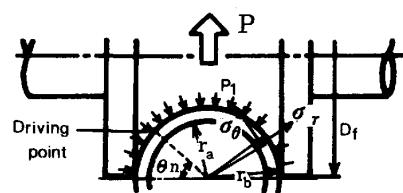

Fig.1 Stresses on cross-section of the pipe under rolling.
2. 計算方法 外圧 $P_1$ が働く場合、厚肉円筒に発生する円周方向応力 $\sigma_\theta$ および半径方向応力 $\sigma_r$ は、次式で表わされる。軸方向応力 $\sigma_z$ は0とする。(Fig.1参照)
(2) 圧延トルク式：圧延トルク $G$ を、ロールと材料の摩擦力によるトルク $G_f$ とロール面圧によるトルク $G_p$ の和で与える。各スタンドでのドライビングポイント(ロール周速と材料速度が等しくなる点) $\theta_n$ (Fig.1参照)は、実測結果より、ほぼ $\pi/4$ に等しい値をとるから、 $G_f$ は、次式で与えられる。(μ:摩擦係数)